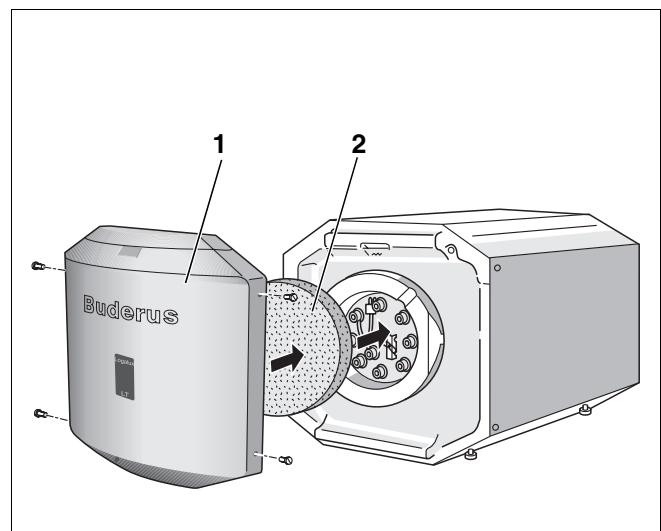

Abb. 12 Wärmeschutz und Vorderwand montieren
- Wärmeschutzelement (Abb. 12, **Pos. 2**) vor dem Handlochdeckel einsetzen.
- Vorderwand (Abb. 12, **Pos. 1**) aufsetzen und mit 4 Schrauben befestigen.